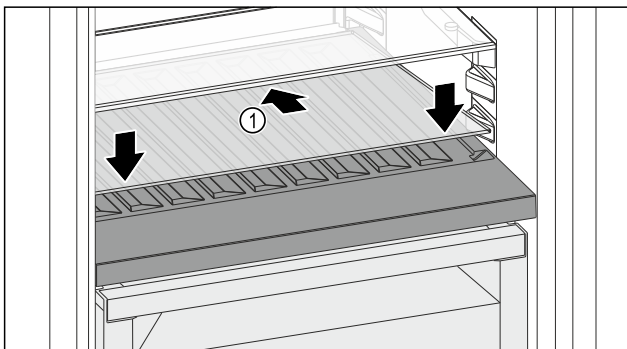

Fig. 146
- ▶ Вставте скляну полицю Fig. 146 (1) під кутом, нахиливши назад і донизу.
- ▶ Опустіть скляну полицю Fig. 146 (1) вперед.